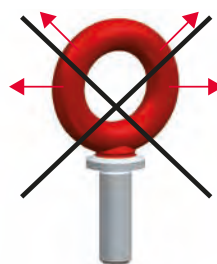

Bild 2
- Zugrichtung nicht im vorgegebenen Bereich liegt (Bild 2 und 3)